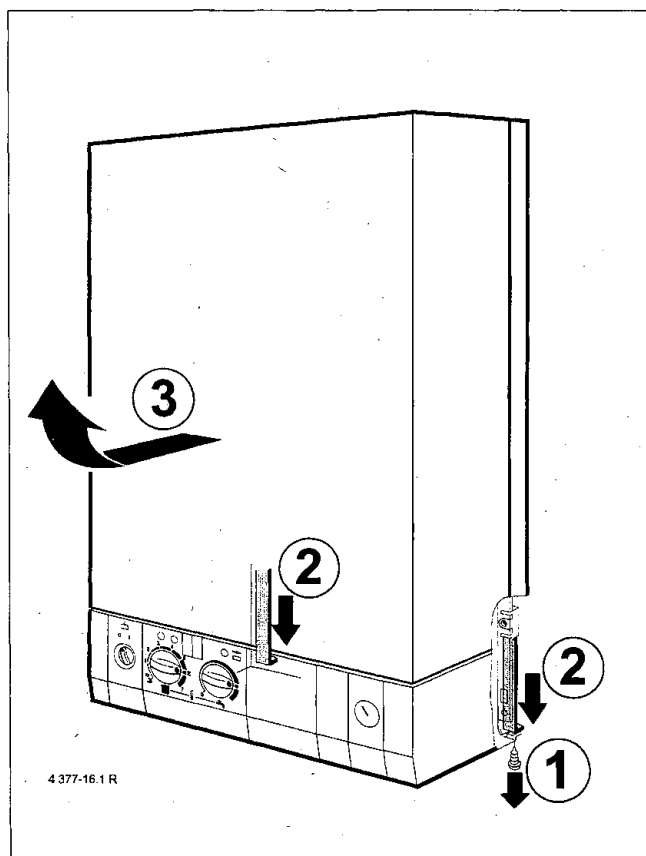

Bild 26
- Drehen Sie die Schraube rechts unten heraus (Bild 26).
- Drücken Sie beide Hebel nach unten (Bild 26).
- Mantelschale nach vorn schwenken und nach oben abheben (Bild 26).